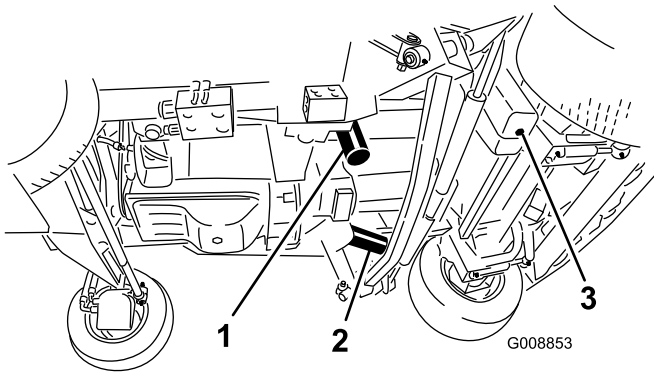

Bild 90
3. Nehmen Sie die Ablassschraube unten am Behälter ab und lassen Sie die Hydraulikflüssigkeit in die Auffangwanne ablaufen (Bild 90). Schrauben Sie die Ablassschraube wieder fest ein, wenn keine Flüssigkeit mehr austritt.
4. Reinigen Sie die Kontaktfläche um den Filter. Stellen Sie eine Auffangwanne unter den Filter und entfernen den Filter (Bild 90).